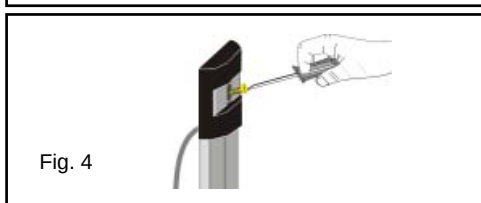
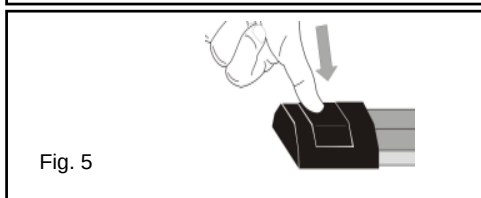

Fig. 4
Fig. 5
- Montare le due colonne nello spazio tra finestra e tapparella/avvolgibile. Rimuovere le coperture in plastica alle estremità delle colonne. Eseguire i fori ed usare le viti in dotazione per fissare le colonne al muro (fig. 4). Per richiudere la copertura in plastica, inserire il coperchietto nell'apposito spazio e premere
verso la colonna fino al blocco (fig. 5).
- Montieren Sie die Stäbe in dem Zwischenraum zwischen Fenster und Jalousie/Rolllade. Entfernen Sie den Plastikdeckel der Verschlusskappen. Bohren Sie die Löcher für die Befestigung und schrauben Sie die Stäbe mit Hilfe der beigefügten Schrauben an der Wand fest (fig. 4). Setzen Sie die Deckel der Verschlusskappen wieder ein (fig. 5).
- plástico en el propio espacio (fig. 5).
- Monter les colonnes dans l'espace entre la fenêtre et les volets roulants. Enlever les bouchons en plastique aux bouts. Percer les trous de fixation et fixer les colonnes au mur en utilisant les vis incluses (fig. 4). Puis coincer le bouchon en plastique dans la propre siège (fig. 5).